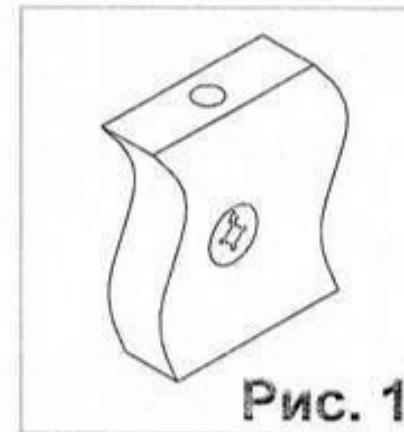

Рис. 1
Взять стенку заднюю выдвижного ящика Ф1 и забить в соответствующие отверстия шканты (1). Соединить боковины ящика Ф4 и Ф5 с задней стенкой Ф1. Фиксацию производить при помощи евровинтов (14). Далее положить каркас ящика на заднюю стенку Ф1 и забить шканты (1) в соответствующие торцевые отверстия на боковинах ящика, Ф4 и Ф5 и вставить стяжки растекс (12) (см.рис.1). После этого вставить дно ящика Ф6 в пазы на каркасе ящика, таким образом, чтобы дно ящика Ф6 вошло в паз на стенке задней ящика Ф1.